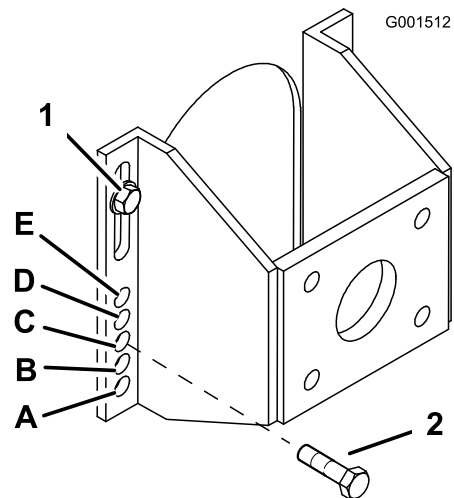

Bild 16
- Lösen Sie die zwei oberen Achsenschrauben (nicht abnehmen) (Bild 16).
- Nehmen Sie die zwei unteren Achsenschrauben ab (Bild 16).
- Heben Sie die Befestigungshalterung an oder senken sie ab, sodass Sie die zwei Achseneinstellschrauben in das gewünschte Loch setzen können (Bild 16). Mit einem abgeschrägten Stanzer können die Löcher ausgefluchtet werden.